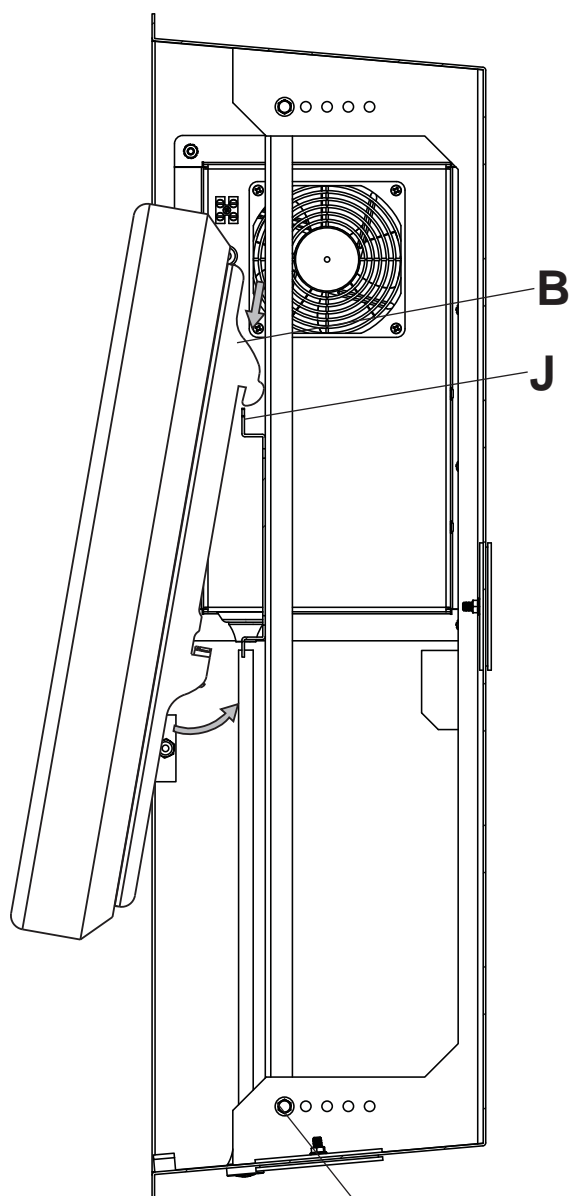

fig. 7.1
**7** Accrochez les supports adaptateurs (**B**) à la plaque murale (**J**) puis faites pivoter lentement l'écran comme illustré à la figure 7.1.